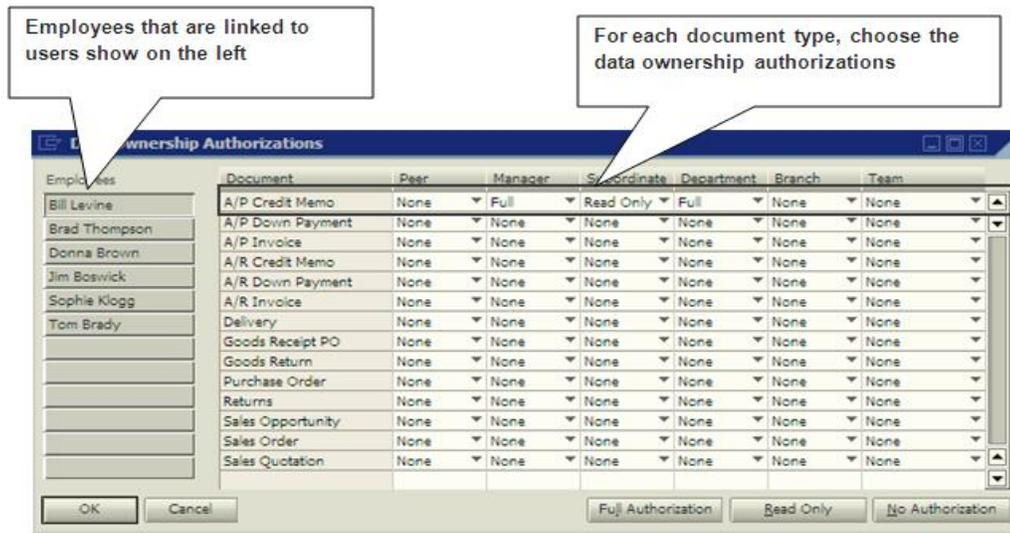

Figure 10-4 : Définition des Autorisations de Propriété de Données
- 5) Enfin, vous devez définir les relations entre les employés, allez dans *Administration* → *Initialisation Système* → *Autorisations* → *Autorisations accès aux Documents*. Voir la figure 10-4 pour la mise en place des autorisations de propriété données.